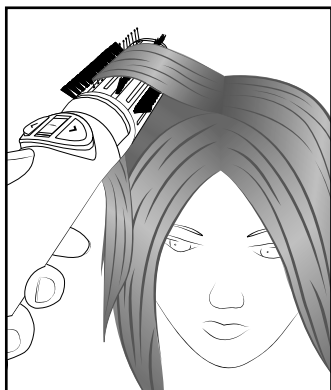

Fig. 2
- ▶ Inoltre è possibile ottenere maggiore volume presso l'attaccatura dei capelli se si mantiene semplicemente la spazzola rotonda **8/9** per qualche secondo sotto le ciocche presso l'attaccatura dei capelli (vedere la fig. 2). Eseguire questa operazione senza funzione di rotazione, altrimenti i capelli si impigliano nelle setole!